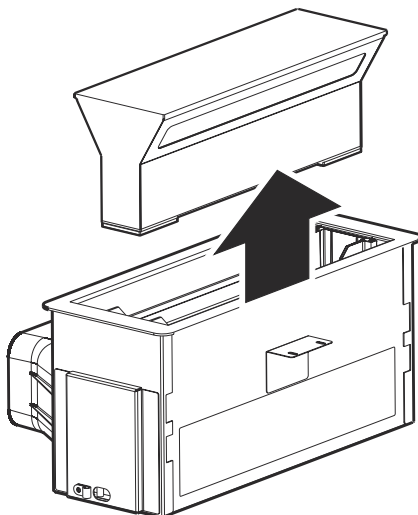

Fig. 7
2. ➤ ■ Tryk ned på den hvide etikette midt på glasset, hvorefter glasset og belysningen vil blive skubbet op. Fjern nu hele delen (Fig. 7).